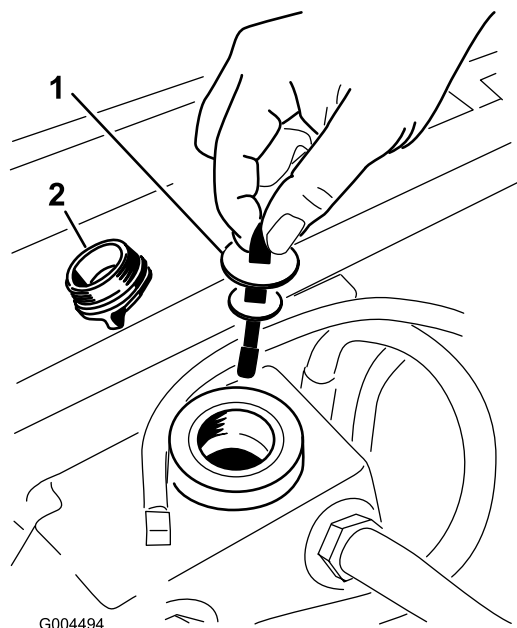

図 70
3. 油圧オイル補給口のキャップ（図 70）を取る。
4. ディップスティックを抜き、ウェスで一度きれいに拭く(図 70)。
5. もう一度首に差し込んで引き抜き、オイルの量を点検する(図 70)。